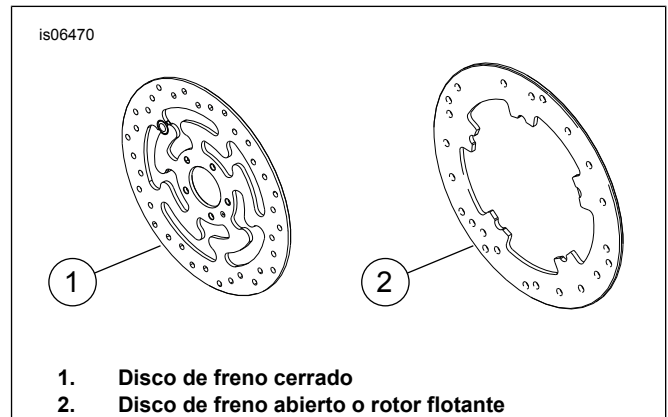

Figura 1. Estilos del disco del freno delantero
- Tornillos del disco de freno (vea Figura 1 y Tabla 1.)